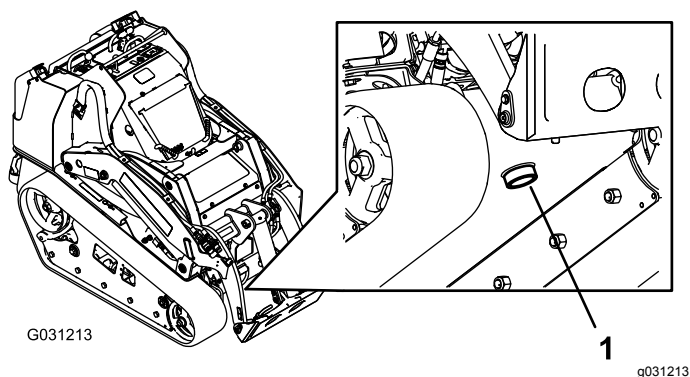

Figura 68
7. Coloque un recipiente grande (con capacidad para 57 litros) debajo del tapón de vaciado situado en la parte delantera de la máquina (Figura 68).
8. Retire el tapón de vaciado y deje fluir el aceite al recipiente (Figura 68).